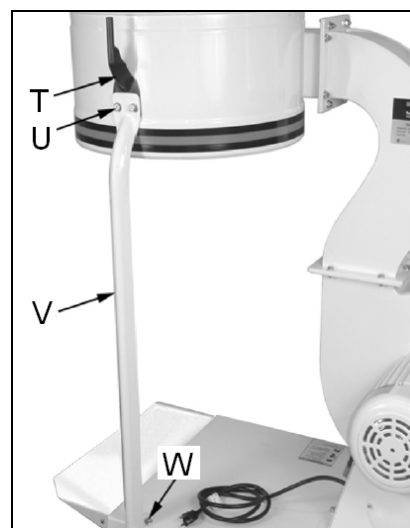

Рис. 7
Прикрепите опорный кронштейн (V, Рис. 7) к основанию при помощи 2 винтов с шестигранной головкой (W) и шайб.